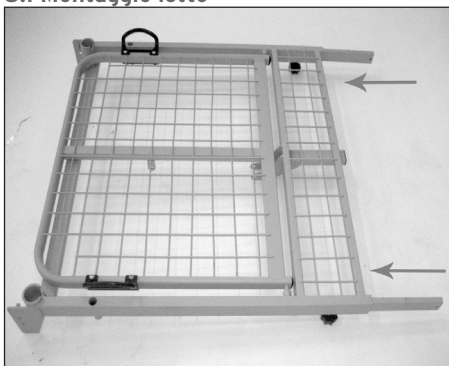

Fig.2
1. Inserire i tubolari rettangolari nel telaio alzatasta e spingerli fino alla battuata (Fig.2)